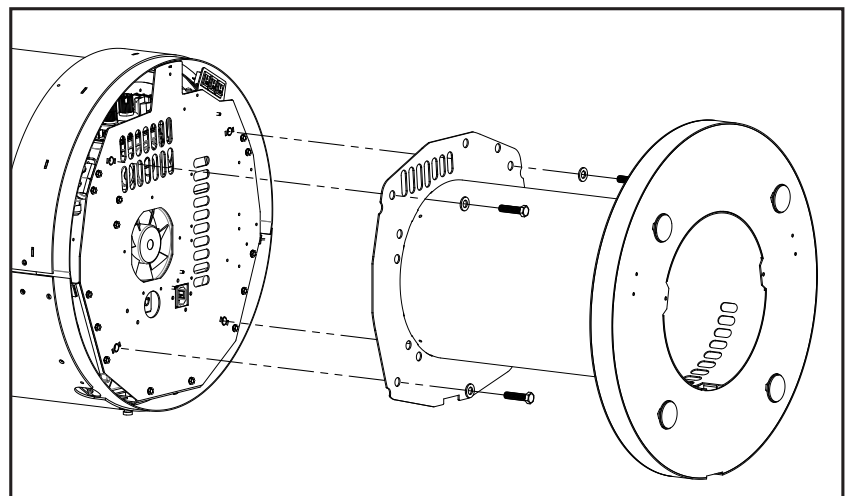

Figure 80: Installation du piédestal sur poteau
Le piédestal de poteau est emballé avec quatre (4) boulons à tête hexagonale et quatre (4) rondelles utilisées pour fixer le piédestal sur l'unité. Alignez les fentes d'aération du socle avec celles situées au bas de l'unité. Fixez le socle de poteau à l'unité en utilisant les mêmes trous filetés dans lesquels les pieds de nivellement ont été installés (voir la Figure 80).